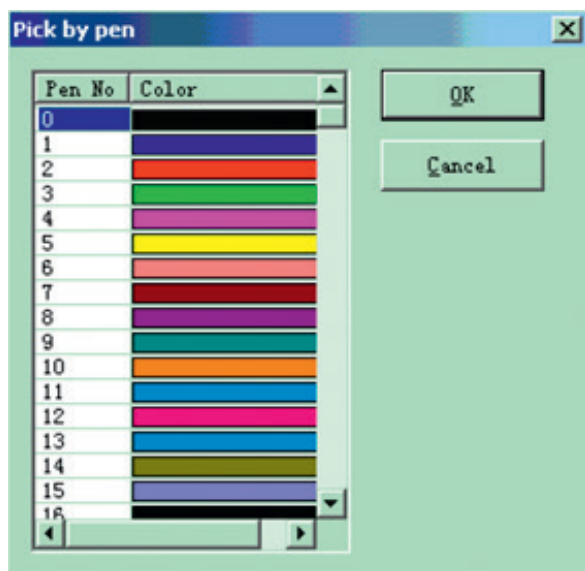

Рис. 5-76. Выбор объекта посредством пера.
- значок указывает на применение пера разного вида для выбора объекта. При нажатии на значок появится диалоговое окно, показанное на рис. 5-76.